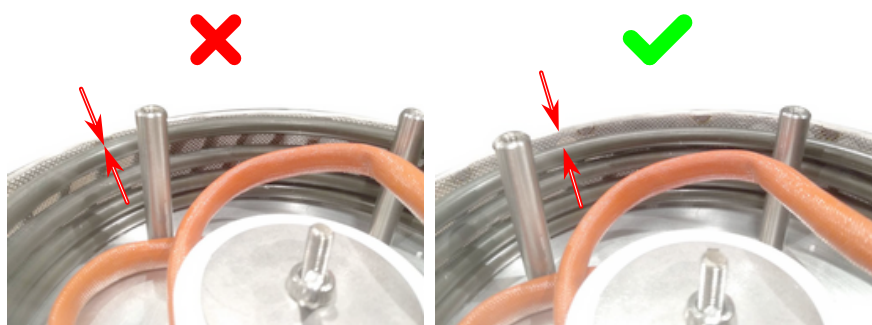

Рисунок 5
13. Убедитесь, что между верхним краем обечайки и краем элемента нагревательного есть зазор 4...5 мм, см. Рис. 5 (справа). В случае, если элемент установлен заподлицо с верхней кромкой обечайки (слева), то изделие может «плевать» сахаром.